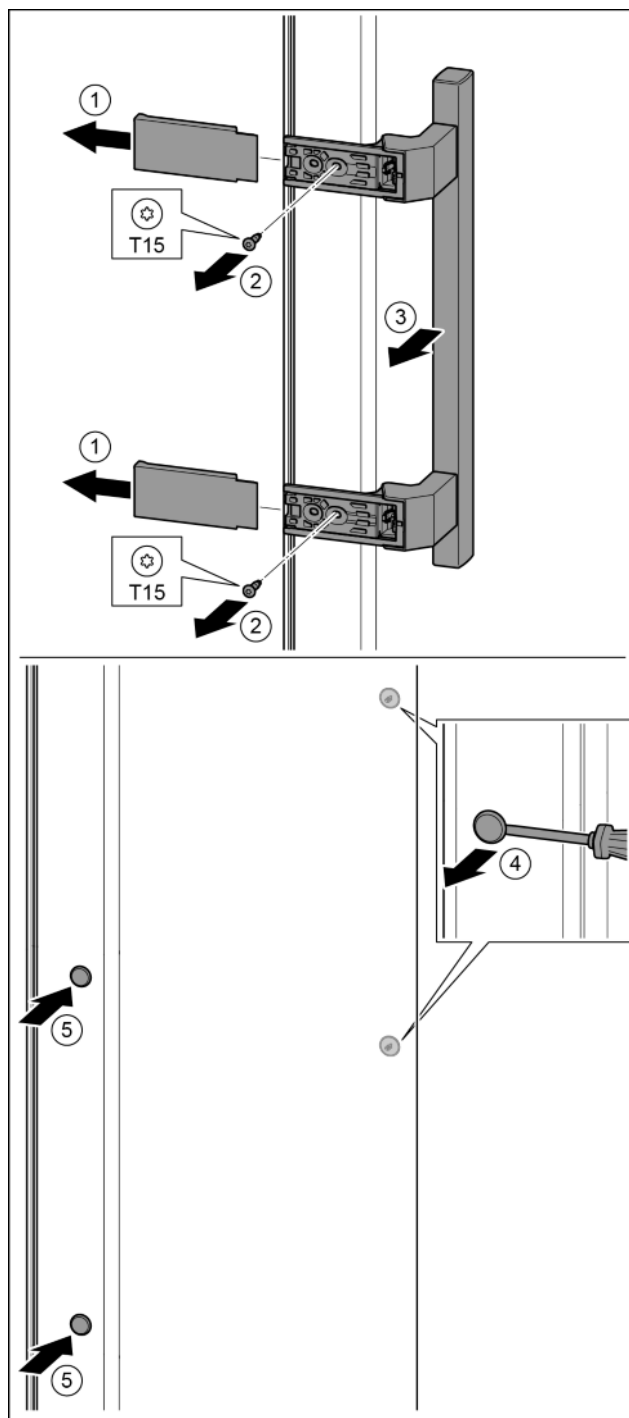

Fig. 31
- ▶ Zdjąć osłonę. *Fig. 31 (1)*
- ▶ Śruby wykręcić przy pomocy śrubokręta T15. *Fig. 31 (2)*
- ▶ Zdjąć uchwyt. *Fig. 31 (3)*
- ▶ Boczną zatyczkę ostrożnie podważyć przy pomocy śrubokręta i wyjąć. *Fig. 31 (4)*
- ▶ Zatyczkę założyć ponownie z drugiej strony. *Fig. 31 (5)*